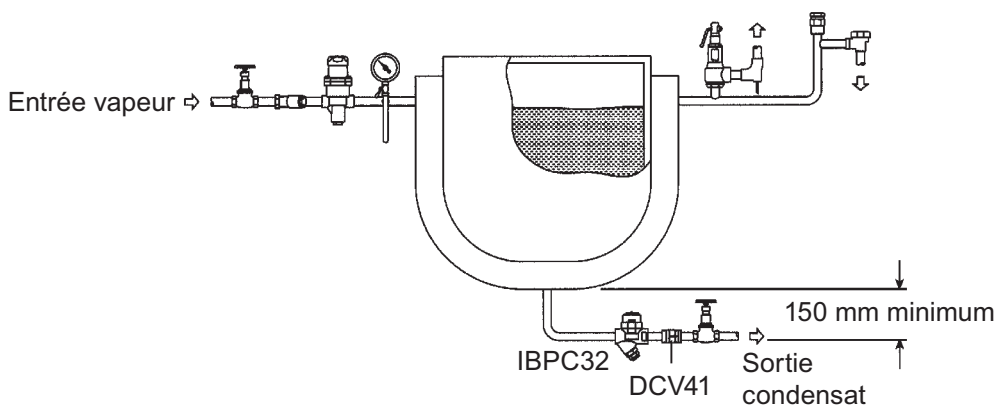

Fig. 3 Equipement d'un petit process
- 3.4 Ces purgeurs doivent être installés en position horizontale, de préférence avec un pot de purge en amont de l'appareil (une hauteur de charge de 150 mm est recommandée). Voir Figure 3.
- 3.5 Un clapet de retenue doit toujours être installé (ex. Le DCV41, voir Fig. 3) lorsque l'évacuation est raccordée à une ligne de retour avec une forte contrepression.